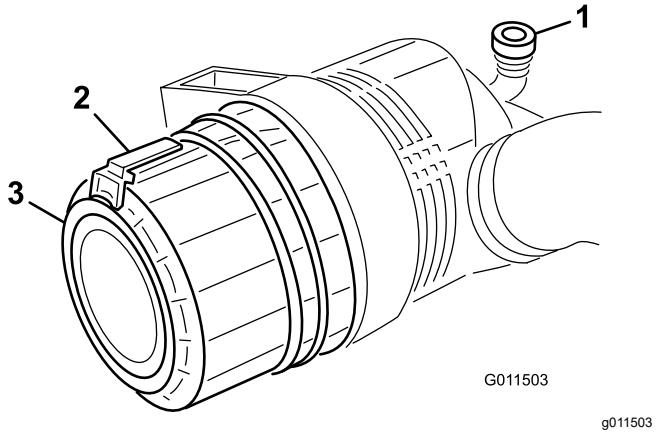

Bild 75
2. Ziehen Sie den Riegel nach außen und drehen Sie die Luftfilterabdeckung nach links (Bild 75).